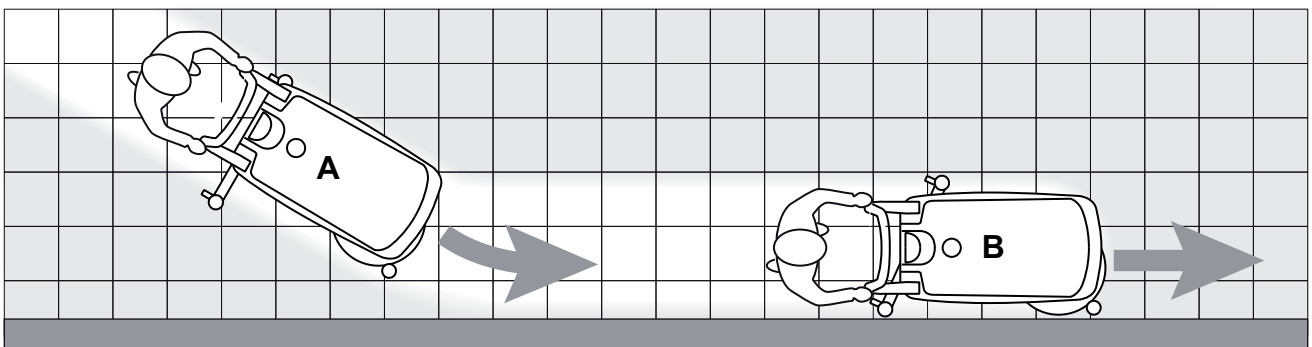

Abbildung 1
*Damit auch die Bodenränder an den Wänden einwandfrei gereinigt/getrocknet werden, empfiehlt Nilfisk Alto, wie auf Abbildung 1 mit der rechten Geräteseite an die Ränder heranzufahren.*